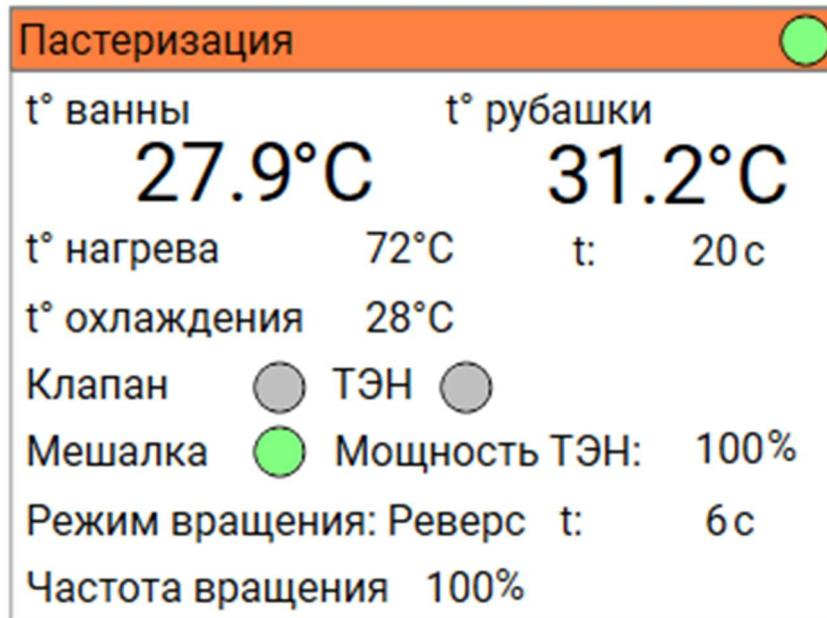

Рисунок 5 – «Нагрев в режиме пастеризации»
4. Поддержание температуры (заданной температуры охлаждения) означает завершение сценария и сопровождается подсвечиванием надписи «Пастеризация» оранжевым (рисунок 5).